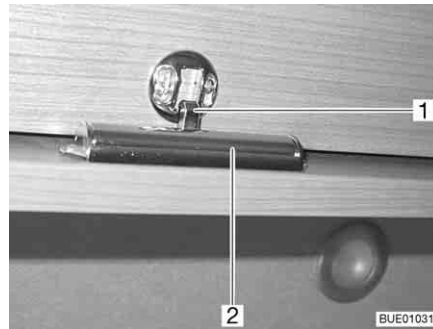

Bild 50 Skåplucka med tryckknapp
- Tryck på låsets inre del. Tryckknappen skjuts ut (Bild 50).